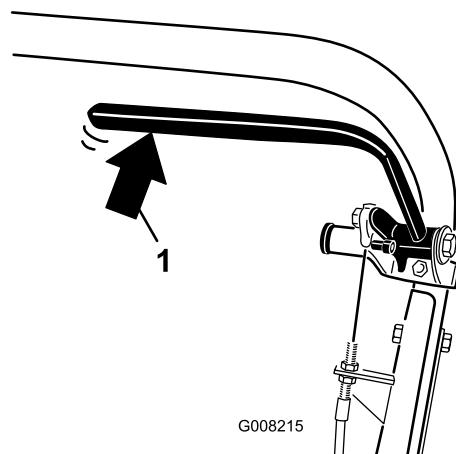

Figure 32
2. Servez-vous d'un dynamomètre pour appuyer vers l'arrière sur le levier du frein de service (Figure 32) Le frein de stationnement doit se desserrer lorsqu'une force de 13,5 à 18 kg est atteinte. Si le frein de stationnement se desserre avant d'atteindre une force de 13,5 à 18 kg, le câble de frein doit être réglé. Passez à l'opération 3.